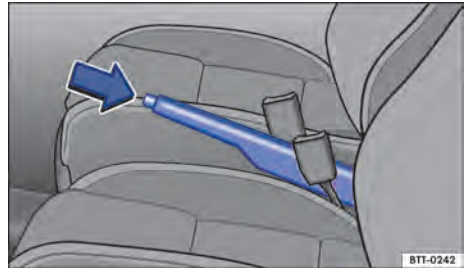

Fig. 104 Entre los asientos delanteros: palanca del freno de estacionamiento.
- Tirar de la palanca del freno de mano hacia arriba con la tecla de bloqueo presionada → fig. 104 (flecha).
- Tirar de la palanca del freno de estacionamiento un poco hacia arriba y presionar la tecla de bloqueo → fig. 104 (flecha).